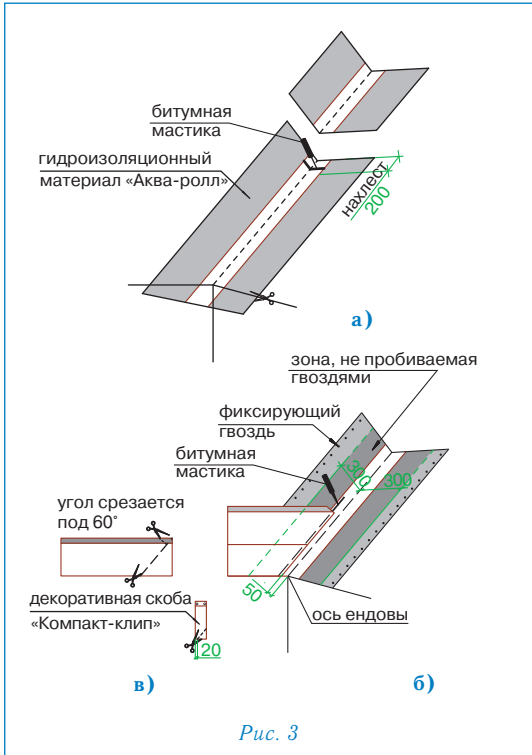

Рис. 3
- ровно по центру ендовы расстилается специальный рулонный материал «Аква-ролл», фиксируется в верхней части двумя гвоздями и обрезается в нижней части по линии карниза (рис. 3а);
**2.** «Аква-ролл» укладывается с нахлестом 20 см, место нахлеста тщательно обрабатывается битумной мастикой (рис. 3а).
- непосредственно перед укладкой в ендову черепицы, защитная пленка с лицевой стороны «Аква-ролла» снимается и на самоклеящуюся поверхность укладываются листы черепицы, обрезанные в соответствии с заранее отбитыми линиями (рис. 3б).
**Внимание: 1.** Необходимо также подрезать верхний уголок обрезанного края листа (см. рис. 3в) для правильного стока воды.
**2.** Крепление обрезанного листа к медной части «Аква-ролла» осуществляется при помощи сплошной полосы битумной мастики (рис. 3б).
**4.** В случае, если скоба «Компакт-клип» приходится на место обреза листа, можно либо обрезать накладку, оставив минимум 2 см в нижней части (рис. 3в), либо произвести укладку листов без использования накладки.